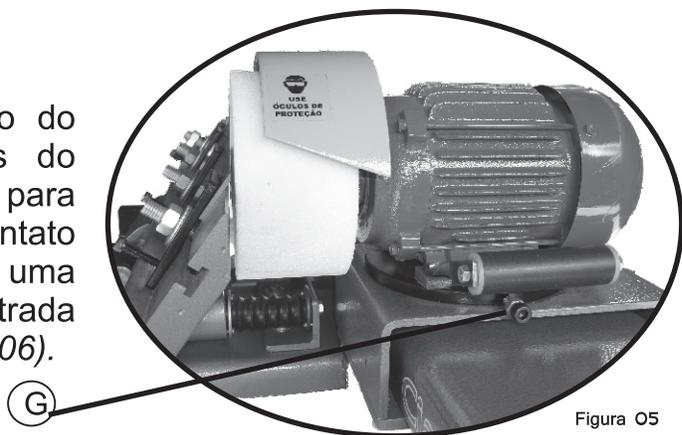
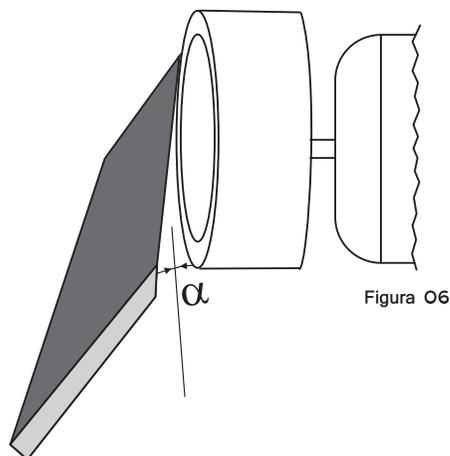

Figura 05
Figura 06
Regule a posição do motor esmeril através do parafuso (G) (figura 05), para que o rebolo tenha contato com a faca somente em uma de suas faces, na de entrada (lado esquerdo). (Figura 06).